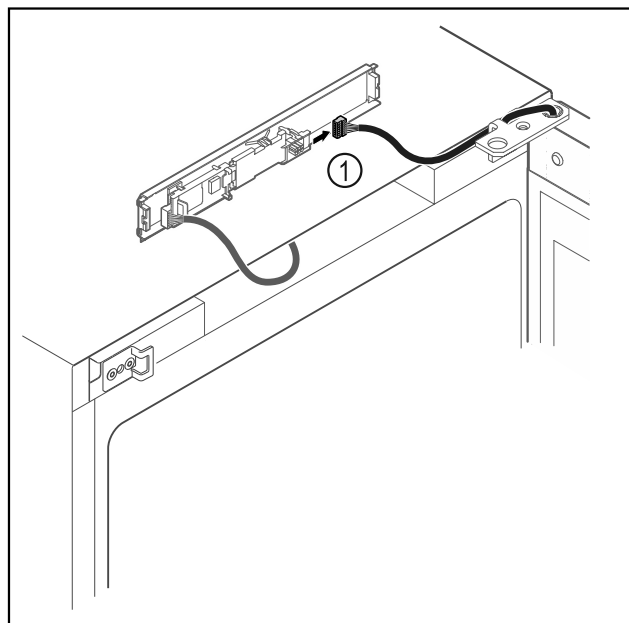

Fig. 10
- ▶ Αποσυνδέστε το φινιρ Fig. 10 (1) από την πλακέτα.